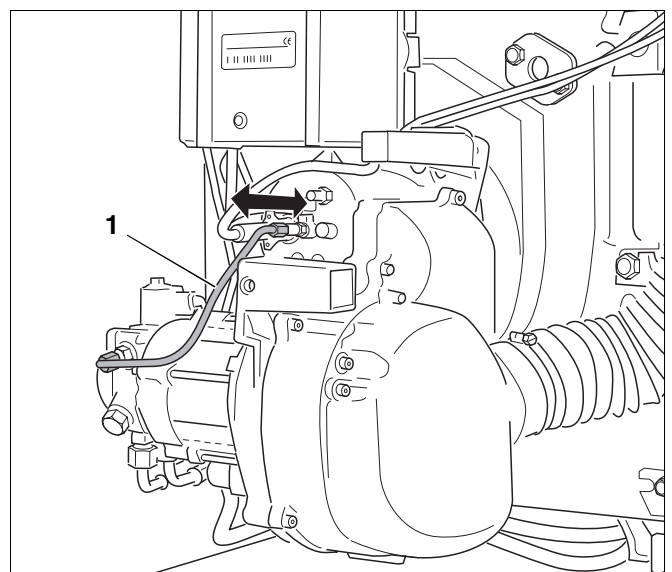

Abb. 38 Korrekten Sitz des Mischsystems prüfen
- Ölzuleitung (Abb. 38, **Pos. 1**) ca. 5 mm herausziehen.